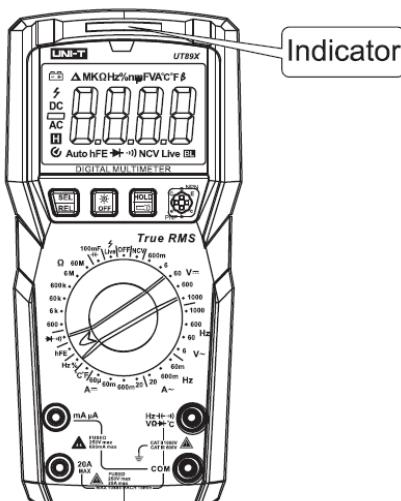

Рисунок 11
9.9 Измерение hFE транзисторов (Рисунок 11)
- Установите транзистор в гнездо : база (B), эмиттер (E) и коллектор (C) (тип PNP или NPN). Тестер покажет примерный коэффициент усиления.